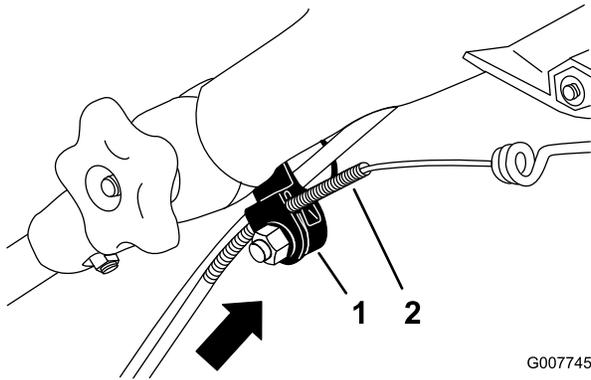

Figure 46
**Remarque:** Vous pouvez placer une règle graduée contre la face supérieure du support de câble noir et mesurer le déplacement de l'extrémité supérieure de la gaine (Figure 46).